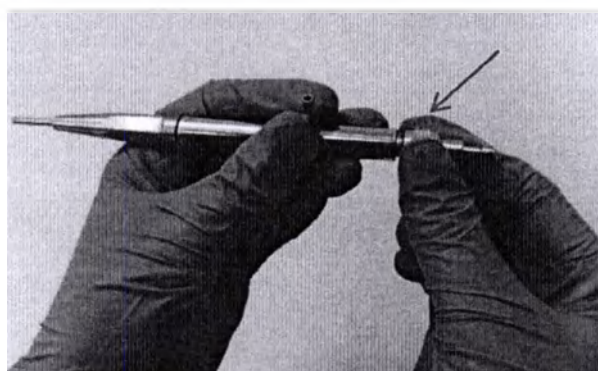

Рис. 12.31 - Фиксирующая гайка волоконной ручки
12.14.2 Для того чтобы подсоединить волоконный рассеиватель к волоконной ручке, открутите фиксирующую гайку против часовой стрелки (рис.12.31).